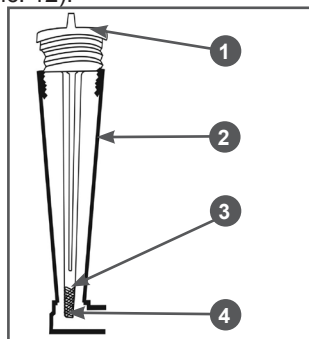

Рис. 12 Уровень масла в картере двигателя
- Подождите примерно 1 минуту, после чего установите крышку-щуп в отверстие горловины, не закручивая её (Рис. 12).
- Аккуратно вытащите щуп и осмотрите его. Уровень масла должен соответствовать верхней отметке 3 на щупе (Рис. 12).
4. Аккуратно извлеките щуп и осмотрите его. Уровень масла должен соответствовать верхней отметке 3 на щупе (Рис. 12).
При недостаточном уровне масла в картере необходимо долить чистое масло до верхней отметки 3 на щупе (Рис. 12).